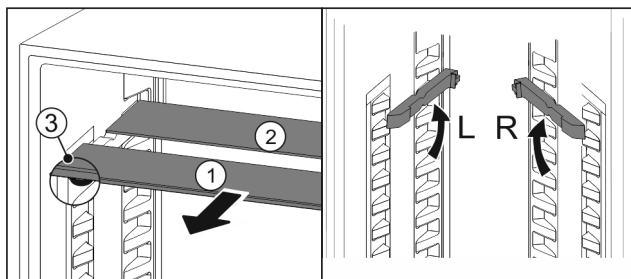

Fig. 118
- ▶ 将玻璃隔板逐个向前拉出 Fig. 118 (1)。
- ▶ 带装饰条的玻璃隔板 Fig. 118 (1) 在前。
- ▶ 阻挡装置 Fig. 118 (3) 指向下方。